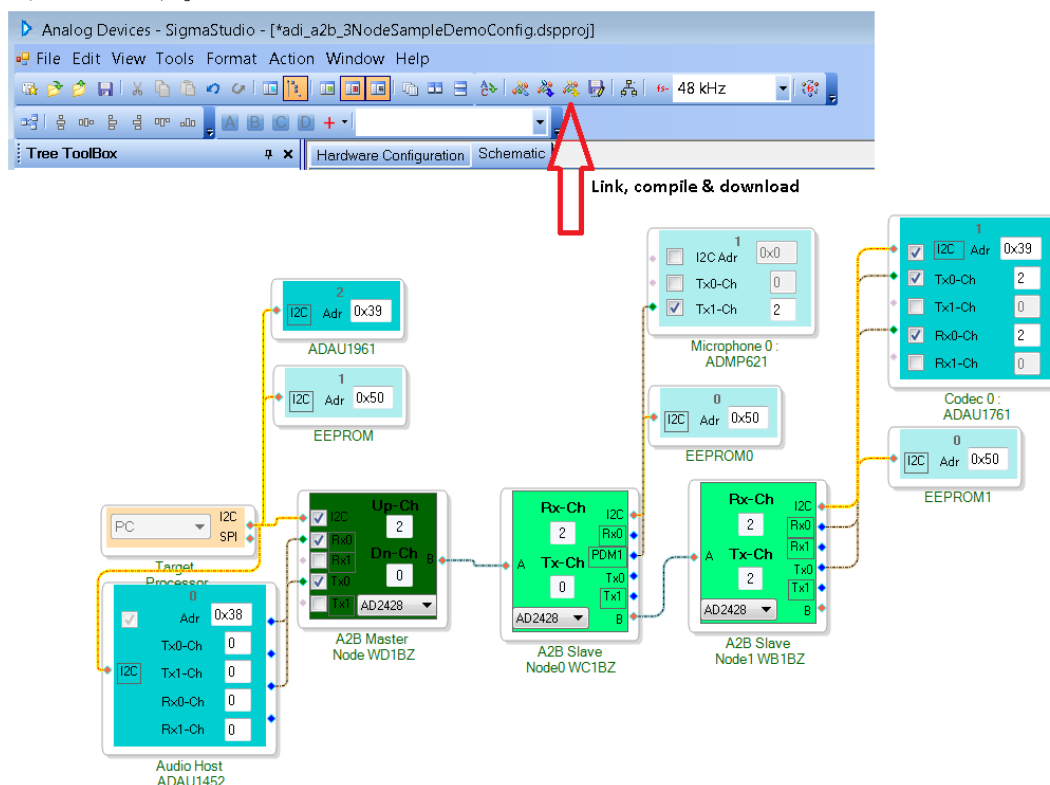
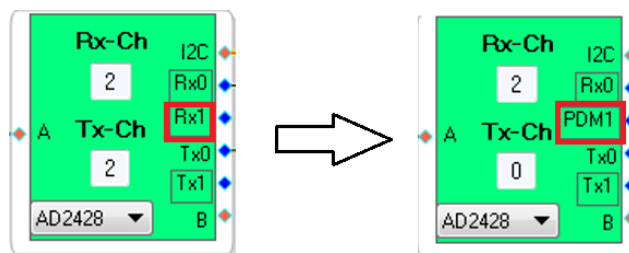

図 2. adi_a2b_3NodeSampleDemoConfig.dspproj A2B[®] サンプル・プロジェクトのソフトウェア概略図
図 5.AD2428W のピン機能を DRX1 から PDM1 に変更
3. adi_a2b_3NodeSampleDemo.dspproj サンプル・プロジェクトを開きます。このファイルが置かれているのは（デフォルトの）C:\Analog Devices\ADI_A2B_Software-Rel19.3.0\Schematics\BF\A2BSchematics ディレクトリです。図 2 に示すように、Link-Compile-Download アイコンをクリックします。
4. デモを実行する前に、[3 ノードの A2B[®] システムのハードウェア・セットアップ](#)の手引きに従います。図 2 に示すようなサンプルのデモ構成が表示されます。スレーブ 1 の EVAL-AD2428WB1BZ ボードに接続されている音源が、マスタの EVAL-AD2428WD1BZ ボードに接続されているヘッドフォンから再生されます。スレーブ 0 の EVAL-AD2428WC1BZ ボードからのマイクフォンの音声が入力されたスレーブ 1 の EVAL-AD2428WB1BZ ボードから再生されます。
7. スレーブ 1 の EVAL-AD2428WB1BZ ボードで PDM マイクロフォンをテストするには、図 2 に示すように接続します。図 5 に示すように、A²B[®]セルの RX1 をクリックして、入力を PDM に変更します。